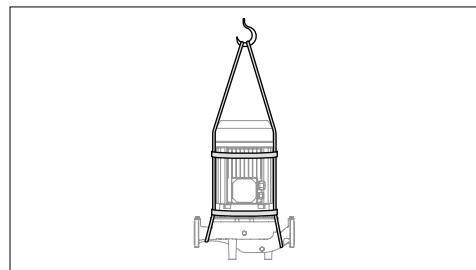

РИС. 1: Підйом насосів ЗЕ за допомогою троса
НАХИЛЯТИ НАСОС НАДТО СИЛЬНО (РИС. 1);
- Викрутіть болт з корпусом насоса та кронштейном двигуна та просто зім'їть двигун в осьовому напрямку. Використовуйте будь-який підходящий підйомник при підйомі/переміщенні насоса. (РИС. 1)